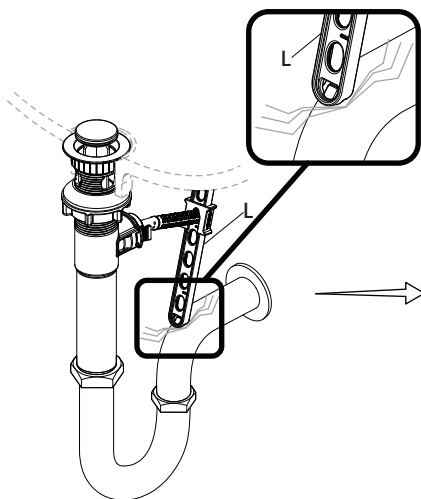

Fig. 1
- Si la presilla de la varilla de elevación (L) interfiere con tu instalación, como se muestra en la Fig. 1, la presilla de la varilla de elevación (L) puede recortarse.